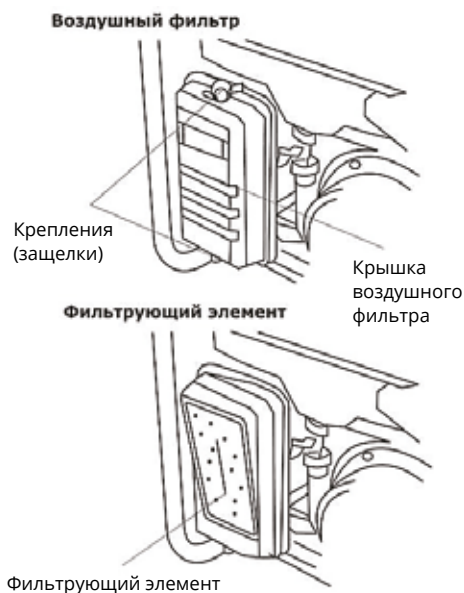

Рис. 5
1. Снимите крышку воздушного фильтра, отсоединив два зажима крышки воздушного фильтра (рис. 5).